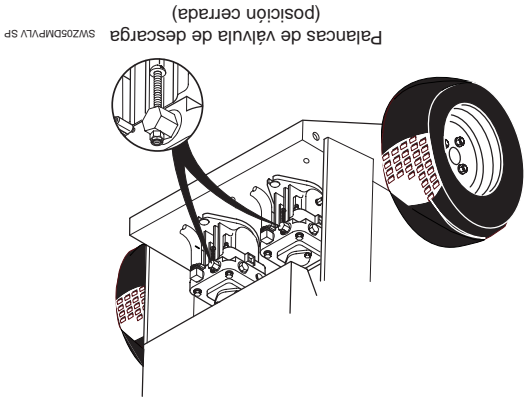

Figura 1. Válvulas de descarga
11. Para "rodar libremente" o mover la máquina con el motor apagado, gire contra el sentido del reloj las palancas de la válvula de descarga ubicadas en la parte posterior de las bombas, a las posiciones de "rodar libremente". Para operar la máquina, las palancas de la válvula de descarga deben girarse en el sentido del reloj hasta las posiciones de cerrado. (Vea la Figura 1).